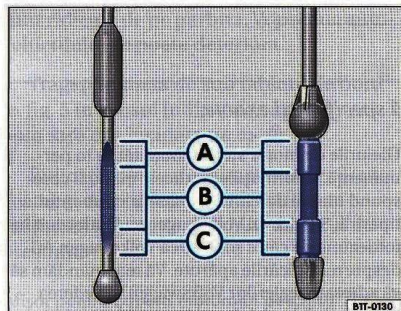

Fig. 7 Imagine de referință: Joa cu marcaje.
– Scoateți joa, citiți nivelul uleiului ⇒ fig. 7 și adăugați ulei, dacă este necesar ⇒ pagina 44, "Completarea cu ulei".
Dacă nivelul uleiului se găsește deasupra zonei ⇒ pagina 42, fig. 7" (A), nu porniți motorul – pericol de avarie la catalizator sau la motor! Adresați-vă unui service specializat.
Imaginea ⇒ pagina 42, fig. 7" înfățișează o imagine a joiei. Joja poate avea forme și culori diferite. Marcajele ilustrate sunt valabile pentru toate tipurile de joă. ◀
- Când nivelul uleiului se află în zona ⇒ pagina 42, fig. 7" **Ⓐ**, puneți din nou capacul.
Dacă nivelul uleiului se găsește deasupra zonei ⇒ pagina 42, fig. 7" **Ⓐ**, nu porniți motorul – pericol de avarie la catalizator sau la motor! Adresați-vă unui service specializat.
Nivelul uleiului nu trebuie să fie în nici un caz, deasupra zonei ⇒ pagina 42, fig. 7" **Ⓐ**. În caz contrar, uleiul poate fi absorbit în motor și ar putea ajunge în atmosferă prin instalația de evacuare a gazelor. ◀